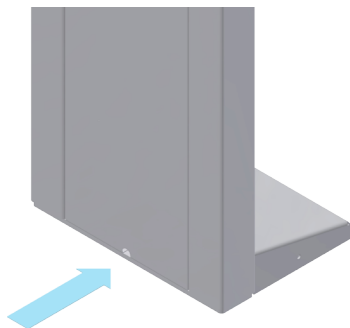

Рисунок 14 – Отверстие под проводку.
- 5 Перед установкой турникета завести в него кабели управления и питания и убедиться, что ни один кабель не повреждён и не пережимается при установке. Для ввода кабелей используйте отверстие под проводку (рис. 14).